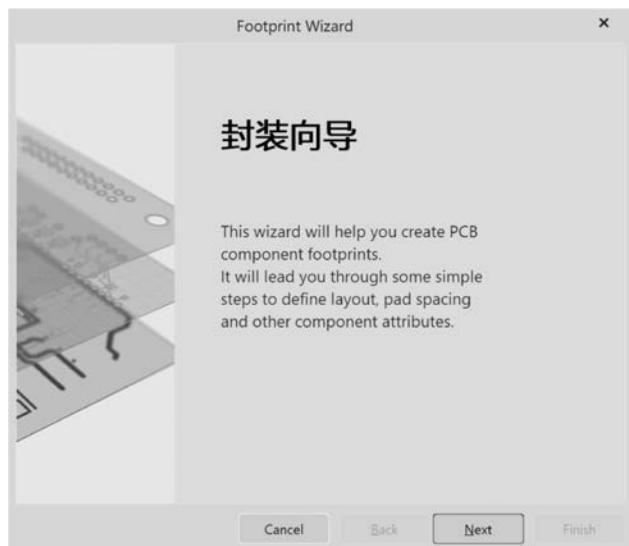

图 5-25 “Footprint Wizard(封装向导)”对话框
(1) 单击菜单栏中的“工具”→“元器件向导”命令,系统将弹出如图 5-25 所示的“Footprint Wizard”(封装向导)对话框。